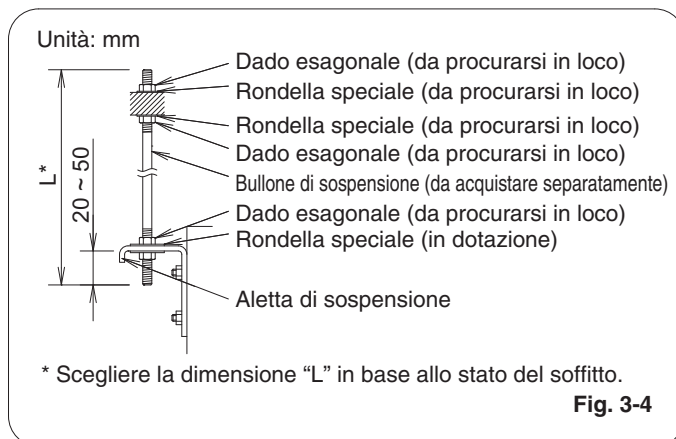

Fig. 3-4
- (3) Sospendere e fissare l'unità interna usando i 2 dadi esagonali (da procurarsi in loco) e le rondelle speciali (in dotazione con l'unità) come indicato in Fig. 3-4.